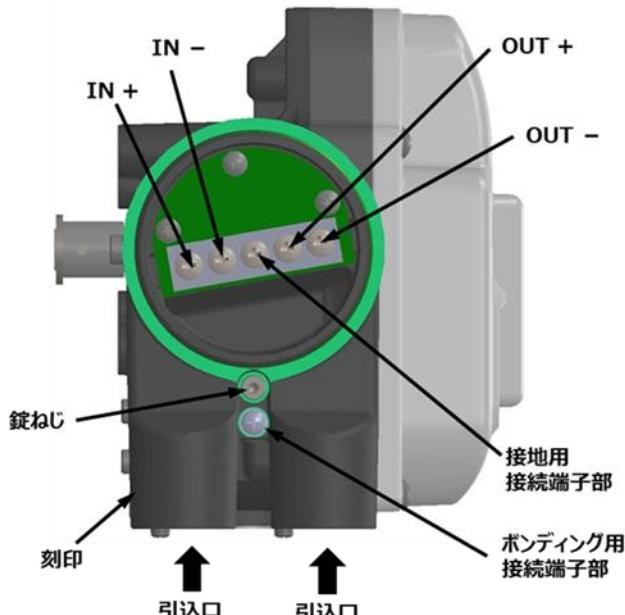

図 1.4a 引込ロードと接続端子部
5. 図 1.4a に示すように、接地用又はボンディング用導線の 2 つの接続端子部を使用することができます。接地用接続端子とボンディング用接続端子は電気的に等価です。設置環境や適用する法令に従って配線を行ってください。